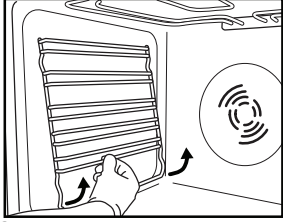

Рис. 3
1. Зніміть бокові решітки для кріплення аксесуарів (рис. 3).
2. Зніміть бокові решітки для кріплення аксесуарів, якщо вони є (рис. 3).